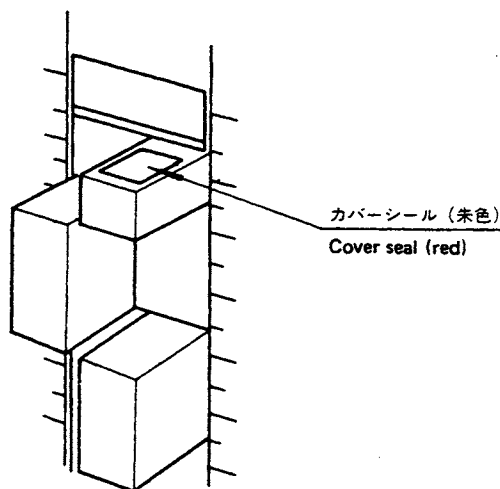

Fig. 4
- 尚、515-322の場合、測定ブロックの最上端にFig.4のような朱色のシールを貼って、この部分が測定面でないことを示しています。